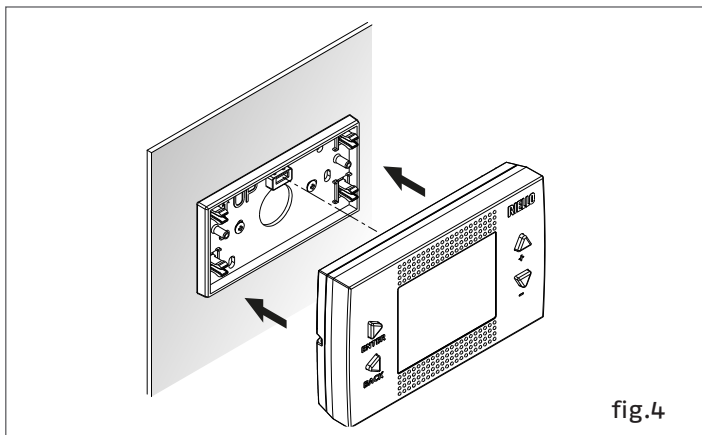

fig.4
- Agganciare il pannello comandi allo zoccolo. (fig.4)